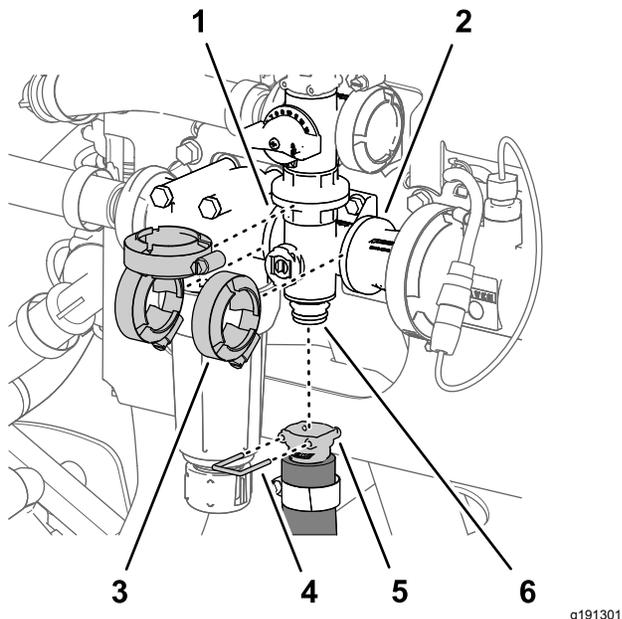

Figure 108
- Retirez l'étrier qui fixe le raccord rapide du flexible d'agitation au collecteur de la vanne d'agitation (Figure 108).
- Retirez les 3 colliers bride qui fixent le collecteur de vanne d'agitation aux brides de la tête du filtre sous pression et à l'adaptateur d'accouplement (Figure 108).